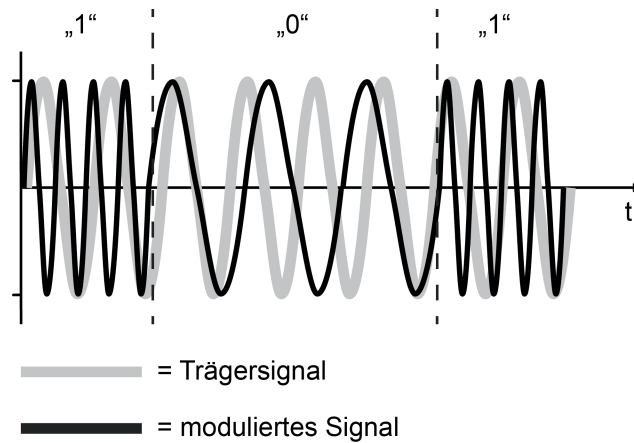

Bild 4: Frequenzumtastung als Modulationsverfahren (FSK = Frequenz Shift Keying)
Eine elektromagnetische Welle mit konstanter Amplitude und Frequenz transportiert noch keine Information. Um dies zu erreichen, muss der Sender die Amplitude oder die Frequenz der Welle nach einem vereinbarten Verfahren ständig verändern und dem Trägersignal in dieser Weise die Information aufmodulieren. Bei KNX RF wird die Modulationsart "Frequenzumtastung" (FSK = engl. Frequency Shift Keying) verwendet. (Bild 4). Die Frequenzumtastung ist eine Variante der Frequenzmodulation (FM) und für die Übertragung digitaler Informationen geeignet. Es werden zeitlich kodiert zwei in ihrer Frequenz unterschiedliche Signale gesendet, um dem Empfänger die logischen Zustände "0" und "1" mitzuteilen. Eine Frequenzumtastung ist unempfindlich gegen Störungen. Selbst starke Übertragungsverluste bei der Signalamplitude wirken sich nicht nachteilig auf das Demodulieren der übertragenen Information aus.